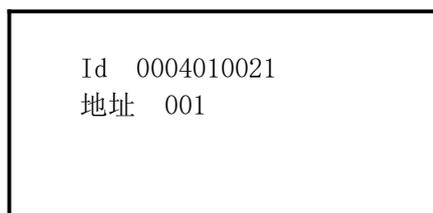

图 18 智能部件编地址界面
- 1) 在智能部件统计显示界面，选中需设地址的部件，按【1】键选择“编地址”，进入编地址界面，界面入图 18 所示，输入所需地址，按【确认】键。